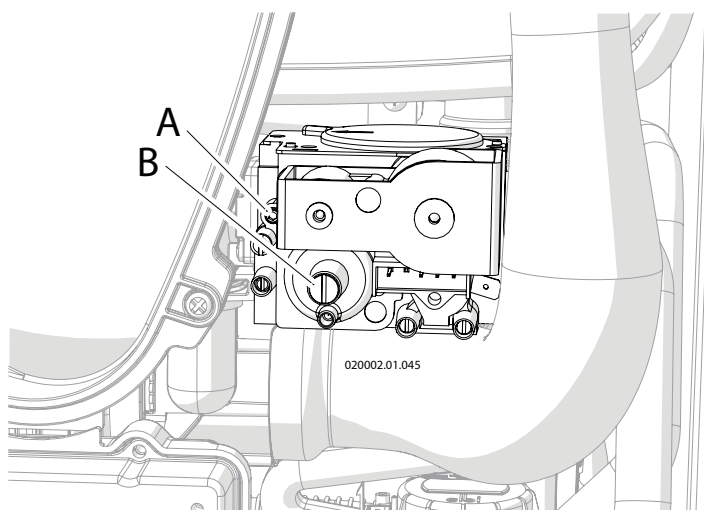

Figura 6-10
- Ruotare in senso orario la vite "A" (Figura 6-10) per diminuire il tenore di CO2;
- Ruotare in senso antiorario la vite "A" (Figura 6-10) per aumentare il tenore di CO2;
- 11.-una volta terminato il controllo sigillare con vernice rossa o sistema equivalente la vite "A" (Figura 6-10);
- Ruotare in senso antiorario la vite "B" (Figura 6-10) per diminuire il tenore di CO2;
- Ruotare in senso orario la vite "B" (Figura 6-10) per aumentare il tenore di CO2;
- 18.-una volta terminato il controllo, sigillare con vernice rossa o sistema equivalente la vite "B" (Figura 6-10);